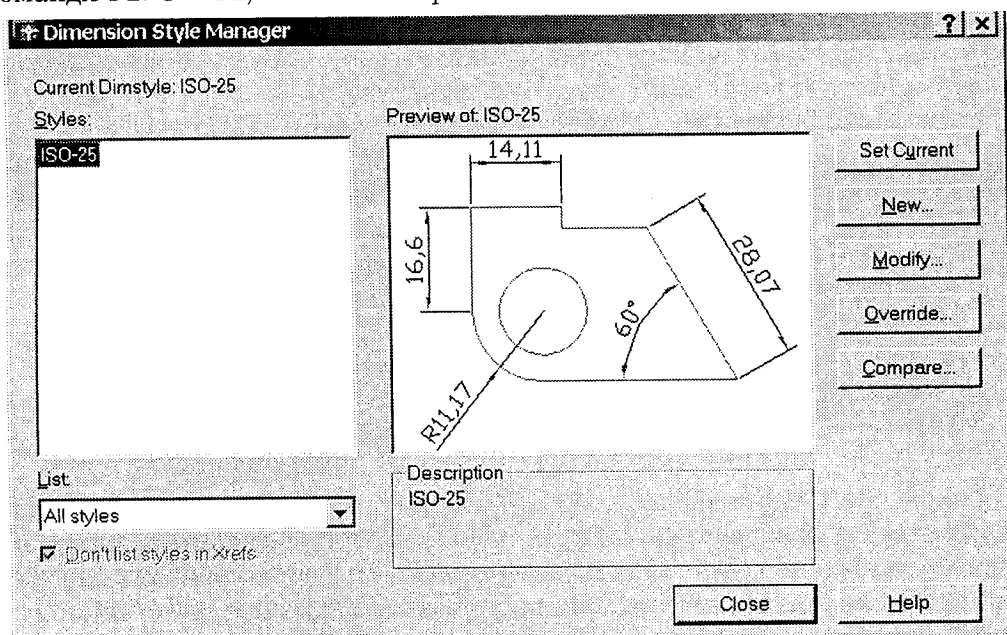

Рис. 8.1
Діалогове вікно **Dimension Style Manager**, що відкривається після запуску команди `DIMSTYLE`, показано на рис. 8.1.
3. У діалоговому вікні **Dimension Style Manager** (див. рис. 8.1) натисніть кнопку **New**.
17. Далі створіть вторинний стиль для розмірів діаметра. Для цього у діалоговому вікні **Dimension Style Manager** (див. рис. 8.1) знову натисніть кнопку **New**.